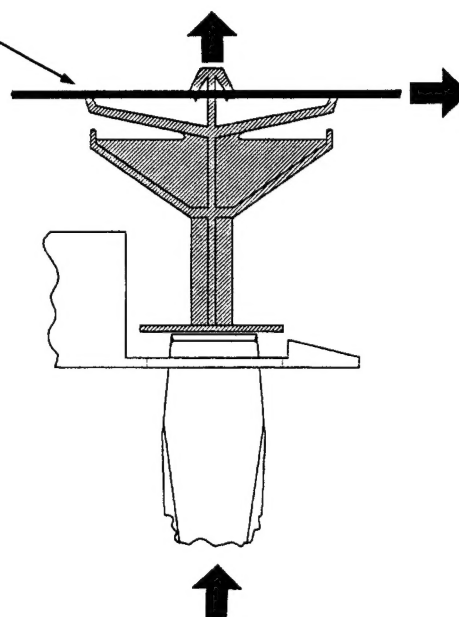

Fig. 5 Abb. 5
2. To remove the Pcb from the cabinet, lift the Pcb and pull backwards see fig. 5.
2. Die platine anheben und aus dem gehäuse herausziehen, wie in Abb. 5 gezeigt.